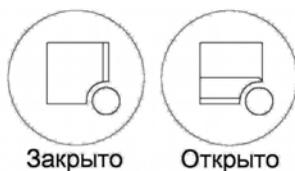

Рис.5. Положения фиксаторов защитной решетки вентилятора
Подключение душирующего устройства к водопроводной сети осуществляется с помощью гибкой подводки (Рис.5).
решетка (6) находится на месте и закреплена фиксатором (рис.5).